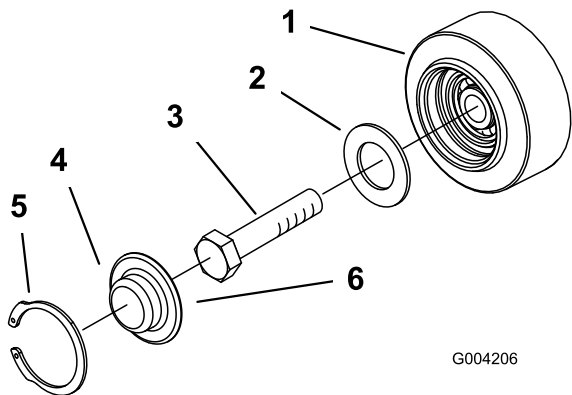

Bild 49
3. Nehmen Sie den Sprengring und die Kappe von einem Straßenrad ab (Bild 49).
4. Prüfen Sie das Schmiermittel unter der Kappe und um die Dichtung (Bild 49). Wenn sie schmutzig, unregelmäßig oder abgenutzt ist, entfernen Sie das Schmiermittel, wechseln Sie die Dichtung aus und tragen Sie neues Schmiermittel auf.
6. Setzen Sie die eingeschmierte Straßenradkappe auf den Schraubkopf (Bild 49).
7. Befestigen Sie die Straßenradkappe mit dem Sprengring (Bild 49).